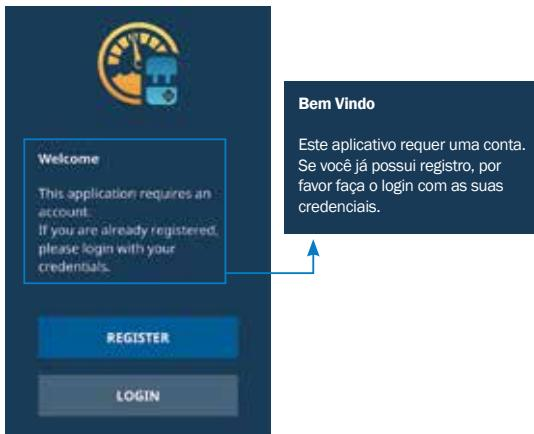

Figura 4 - Tela de boas vindas
1. Ao acessar o aplicativo, na tela de boas vindas clique em *REGISTER* para efetuar o cadastro, conforme Figura 4.